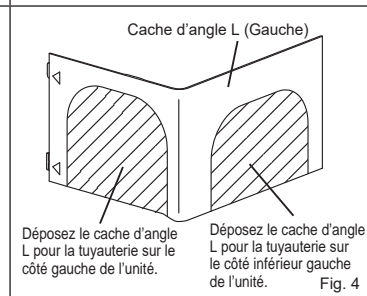
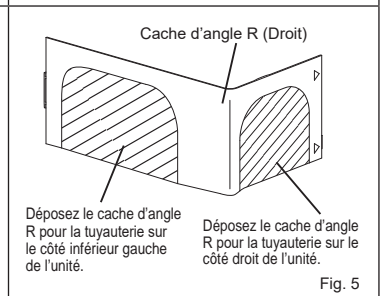

Fig. 4
Fig. 5
- 10) Selon le sens de la tuyauterie, déposez la partie ombrée du cache d'angle L (Fig. 4) ou du cache d'angle R (Fig. 5). Reposez le boîtier électrique, le cache d'angle R et le panneau.
- 6) Insérez le tuyau de vidange dans le manchon d'ouverture murale (C) et fixez la partie supérieure de l'unité interne sur le gabarit d'installation (1). Déplacez ensuite l'unité interne complètement vers la gauche pour faciliter le placement de la tuyauterie à l'arrière de l'unité.
- 7) Découpez l'entretoise dans le polystyrène de l'emballage et placez-la sur la nervure à l'arrière de l'unité interne. (Fig. 5)
- 8) Raccordez la conduite de réfrigérant à l'aide du tuyau télescopique (B).
- 9) Poussez la partie inférieure de l'unité interne pour qu'elle s'insère dans le gabarit d'installation (1), puis fixez les pièces en procédant dans l'ordre inverse de la dépose.